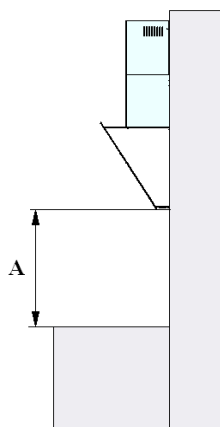

Рис. 3
Расстояние «А» между самой низкой частью кухонной вытяжки и поверхностью, которая поддерживает посуду для приготовления пищи, должна составлять мин. 65 см для газовой плиты (Рис. 3).
- Приложить корпус кухонной вытяжки к стене, сохраняя минимальное расстояние 65 см от нижней кромки вытяжки к поверхности, поддерживающей посуду для приготовления пищи на кухонной плите (рис. 3),